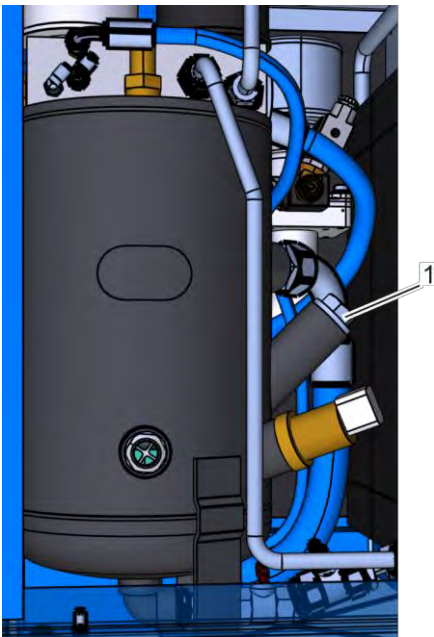

Рис. 32: Резьбовая пробка наливного отверстия
5. Отверните резьбовую пробку наливного отверстия (Рис. 32/1), извлеките ее и проследите за тем, чтобы не потерялось уплотнительное кольцо.
8. Вставьте резьбовую пробку наливного отверстия (Рис. 32/1) и затяните ее ↺ Приложение В «Моменты затяжки винтов» на странице 125.